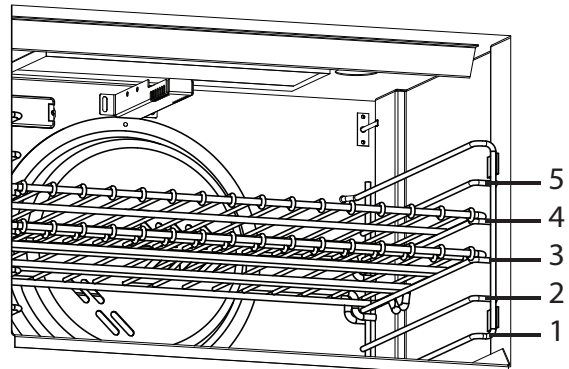

Figure 28 : Four principal au gaz avec positions des grilles
- Les positions des grilles de four sont numérotées comme un ascenseur. Le numéro un correspond à la position la plus basse (*Figure 28*).